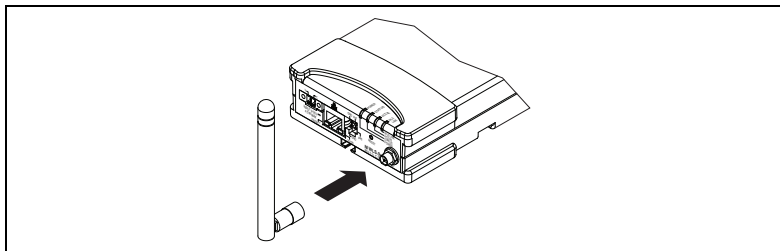

Figure 3. Assemblage de l'antenne du support NI WLS-9163
5. **(Porte-module NI WLS-9163 uniquement)** Attachez l'antenne fournie comme le montre la figure 3.